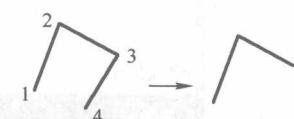

图 1-7 选择【放弃】的结果
③ 选择【放弃】将退回至上一点或输入 U,结果如图 1-7 所示。